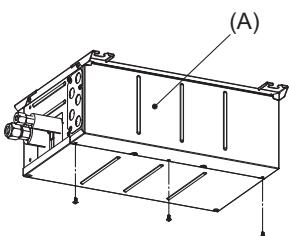

Fig. 8-1
- 1) Retirez le capot électrique. (Fig. 8-1)